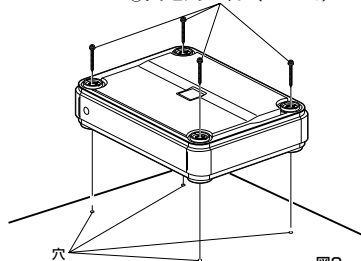

図2
- 3 4本のタッピング・ネジ（M4 x 40 / 付属品）で本機をしっかり固定します。（図2 参照）